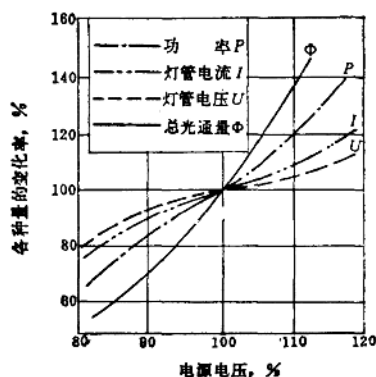

图 39-2-11 电源电压变化对 400 W 钠铊铟灯光电参数的影响
(1) 电源电压的变化不宜大于 $\pm 5\%$, 电源电压变化对 400 瓦钠铊铟灯光电参数的影响见图 39-2-11。电源电压变化不但会引起光效、管压等的变化,而且会造成光色的变化。在电源电压变化较大时,灯的熄灭现象也比高压汞灯严重。